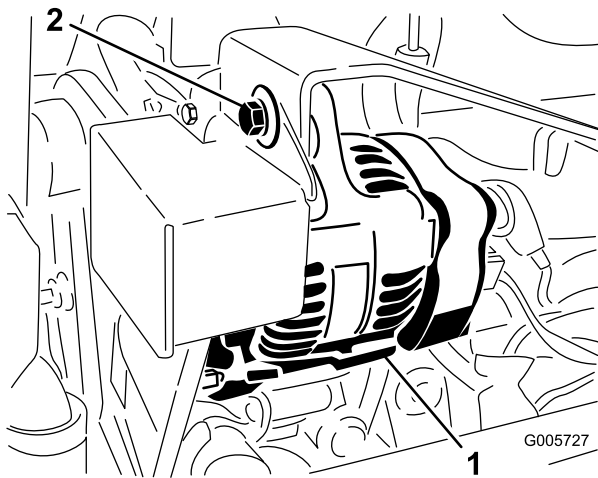

Figura 63
2. Una tensión correcta permitirá una desviación de 10 mm al aplicar una fuerza de 44 N a la correa (Figura 63), en el punto intermedio entre las poleas.